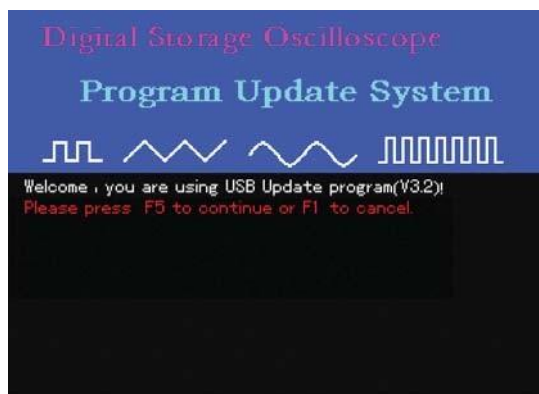
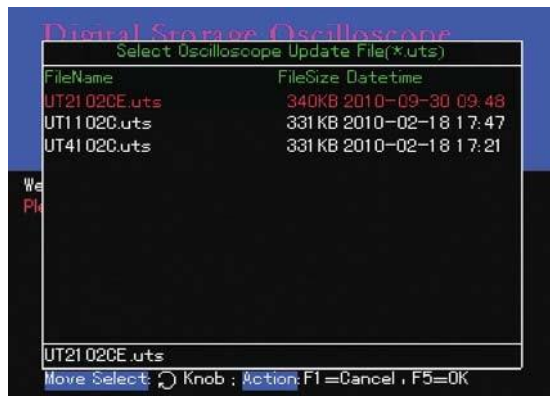

Abbildung 5-1
Abbildung 5-2
2. Drücken Sie [POWER], um das Oszilloskop einzuschalten und den Willkommensbildschirm des Programm-Upgrade-Systems aufzurufen (siehe Abbildung 5-1). Die folgende Meldung wird angezeigt: "Willkommen beim USB-Programm-Upgrade-System. Bitte drücken Sie [F5] zum Starten des Upgrades oder [F1] zum Abbrechen".
3. Drücken Sie die Taste [F5] (siehe Abbildung 5-1), um den Programm-Upgrade-Vorgang zu starten. Wenn sich nur ein Upgrade-Paket im USB-Stammverzeichnis befindet, fahren Sie direkt mit Schritt 4 fort. Andernfalls wird der in Abbildung 5-2 gezeigte Bildschirm zur Auswahl des Upgrade-Dokuments eingeblendet. Wählen Sie mit dem Drehrad das gewünschte Dokument aus und drücken Sie zur Bestätigung [F5]. Um das Upgrade zu beenden, drücken Sie [F1].